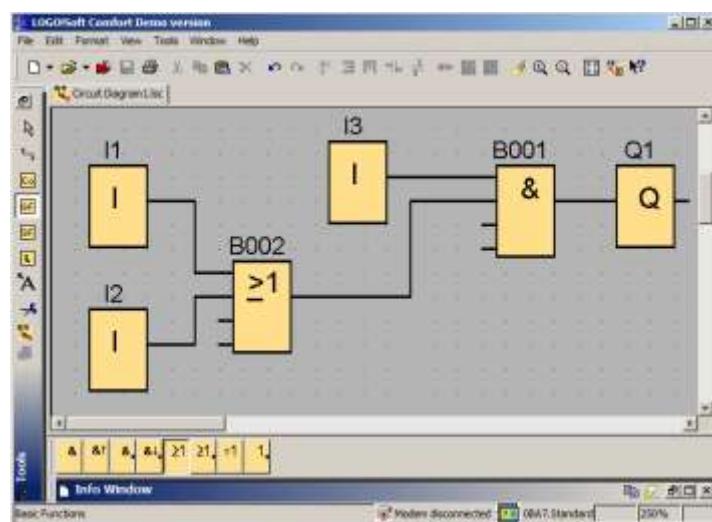

Рис. 4.4. Параллельное соединение
**Шаг 2:** S1 и S2 соединены параллельно. Параллельное соединение соответствует блоку OR [ИЛИ], на рис. 4.4 представлено параллельное соединение.